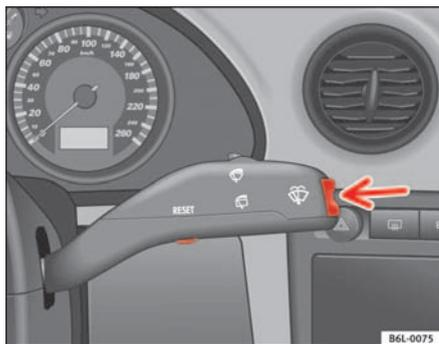

Abb. 35 Scheinwischer- und Scheibenwascherhebel: Taste A und Wippe B
Zündung oder bei laufendem Motor verlischt die Service-Meldung. Sie können auch durch Drücken des Rückstellknopfes des Kurzstreckenzählers oder durch Drücken der Wippe der MFA ⇒ Seite 62, Abb. 35 (B) in die Normalanzeige schalten.
- Bei eingeschalteter Zündung drücken Sie kurz die Taste ⇒ Abb. 35 **A** im Scheinwischerhebel, um zwischen den beiden Speichern zu wechseln.